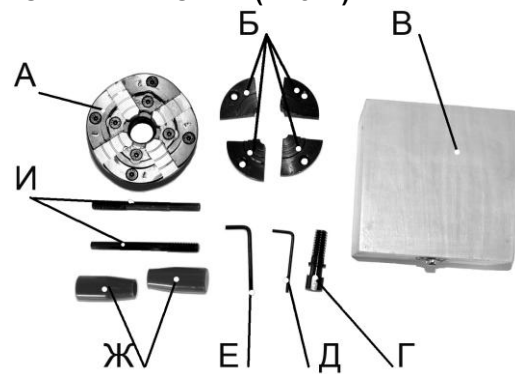

Рис. 1
### 3. КОМПЛЕКТНОСТЬ (Рис. 1)
6.3.2. Установите кулачки типа 2 (Б) Рис. 1, 4.
**ВНИМАНИЕ!** В пазах фланца (3) патрона и на кулачках нанесены цифры 1, 2, 3, 4. При сборке патрона кулачки вставляют в пазы поочерёдно в порядке возрастания цифр.